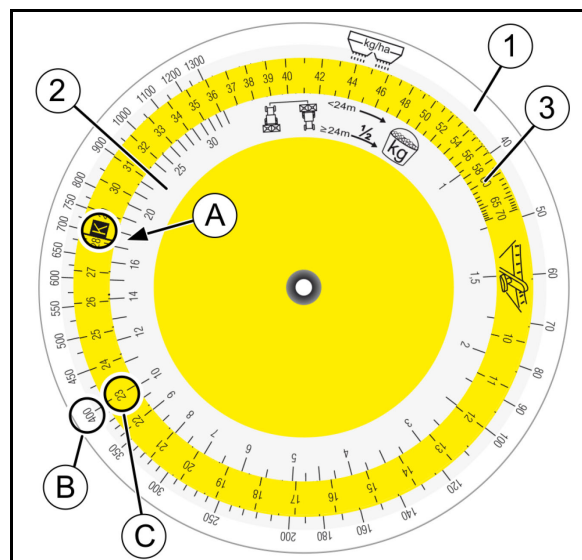

Рис. 67
1. Подвесьте приемную ёмкость (Рис. 67/1) с помощью скобы (Рис. 67/2) на выпускном желобе (Рис. 67/3). Приемная ёмкость должна зафиксироваться в зажимном устройстве (Рис. 67/4 и. Рис. 65/1).
2. Полностью раскройте боковую заслонку (Рис. 67/5) от выпускного желоба примерно на 5 с помощью троса (Рис. 67/6) (для обеспечения равномерного потока удобрения). Собранные при этом количество удобрения высыпьте назад в распределитель.